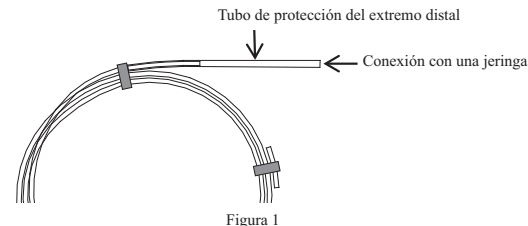

Figura 1
- Para el sujetador con el tubo de protección del extremo distal (consulte Procedimientos recomendados, figura 1), no retire o inserte el tubo de protección del extremo distal mientras el alambre guía esté colocado en el sujetador.
- Para el sujetador con el tubo de protección del extremo distal (consulte Procedimientos recomendados, figura 1), retire el tubo de protección del extremo distal antes de volver a colocar el alambre guía en el sujetador.